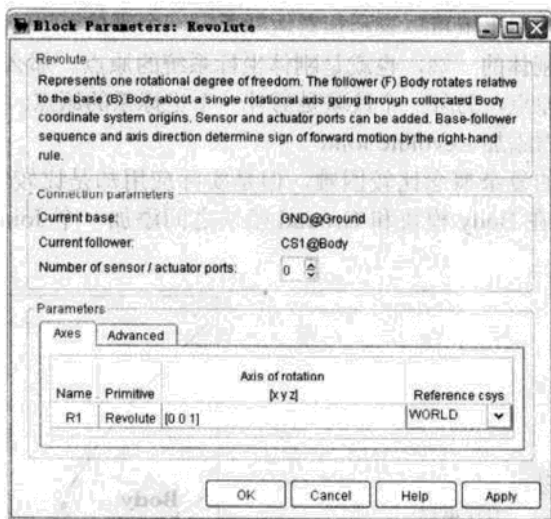

图 17.20 Revolute 模块参数对话框
- (4) 打开 Revolute 参数对话框，对 Parameters 选项组中的 Axes 选项卡进行设置，使得旋转轴为 World 坐标系统的 Z 轴，如图 17.20 所示。